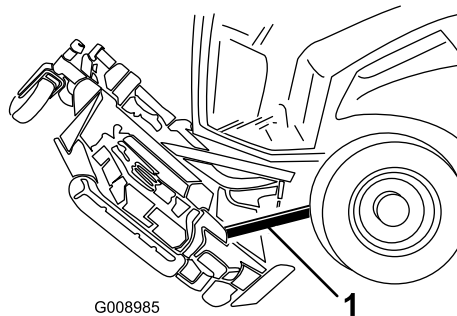

Figura 92
6. Introduzca a presión un bloque de madera entre el borde trasero de la carcasa y la máquina (Figura 92).